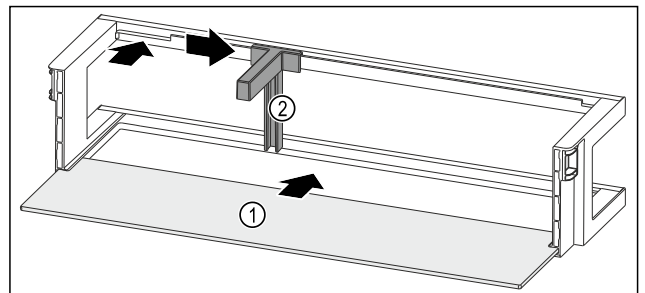

Fig. 99 Odkladací priestor vo dverách s odkladacou plochou
- ▶ Zasuňte odkladaciu plochu Fig. 99 (1) do bočných vybrání.
- ▶ Vložte držiak fľaš Fig. 99 (2) do vybrania.
- ▶ Potlačte držiak fliaš Fig. 99 (2) v požadovanej polohe do strany.